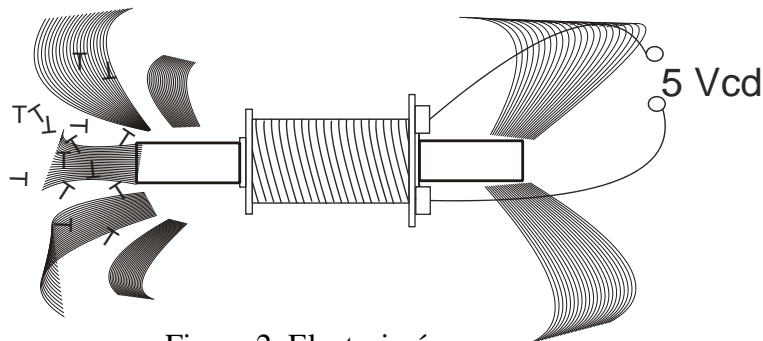

Figura 2. Electroimán.
Paso 2. Inserte un núcleo de hierro en la bobina y fíjelo. Repita el experimento 1 Figura 2.